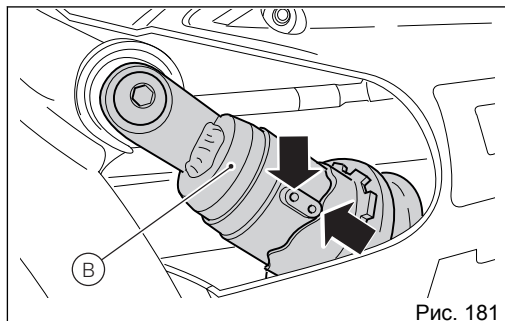

Рис. 181
Натяжение цепи действительно, если задний амортизатор (B) находится в положении, заданном по умолчанию, то есть на уровне 2 меток от полностью натянутого положения, как указано на (Рис. 181).